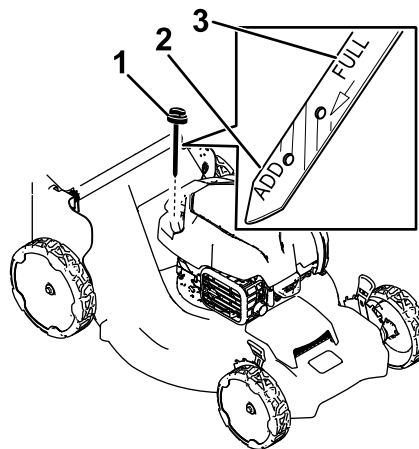

Figure 22
3. Tournez le bouchon dans le sens antihoraire et sortez la jauge (Figure 22).